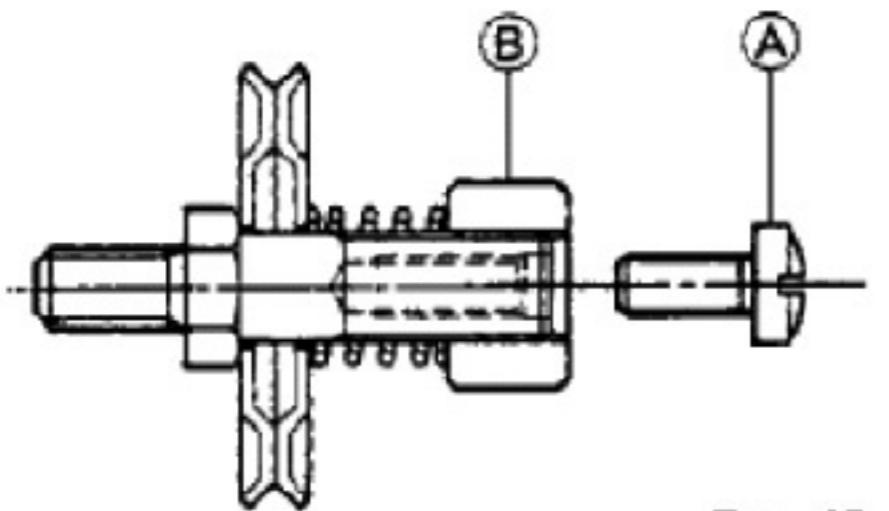

Рис. 10
6.1. Натяжение нити (рис. 10).
Пружина регулятора натяжения нити отрегулирована на заводе для прошивания полипропиленовых и джутовых мешков. Если необходима регулировка, сначала ослабьте винт А и регулируйте гайку натяжения нити В, как показано на рис. 10. После завершения регулировки, затяните винт, чтобы закрепить гайку натяжения нити.